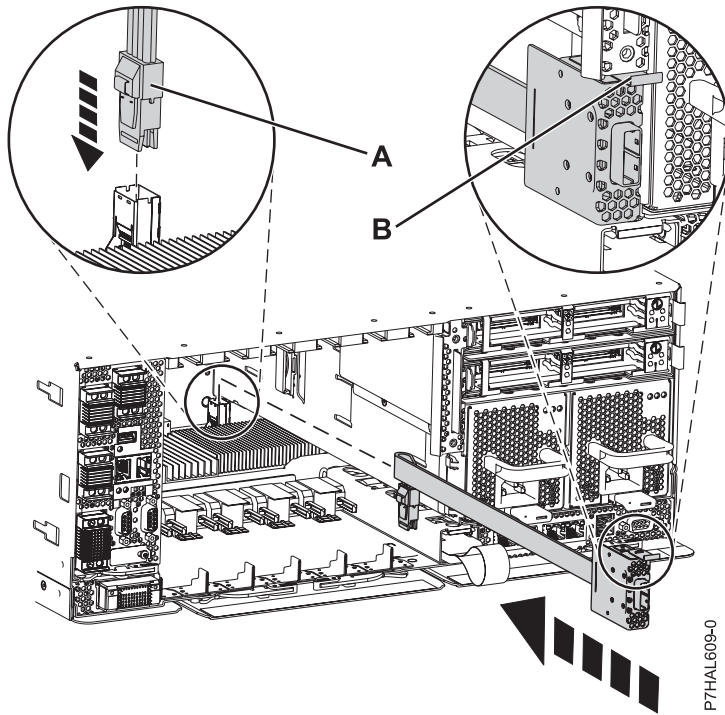

Figure 36. Remplacement du câble SAS
1. Connectez le port externe à l'arrière du système (B) jusqu'à ce qu'il s'enclenche, comme indiqué à la figure 36, à la page 62.
2. Poussez le capuchon SAS (A) dans la connexion SAS sur le fond de panier système jusqu'à ce qu'il s'enclenche.